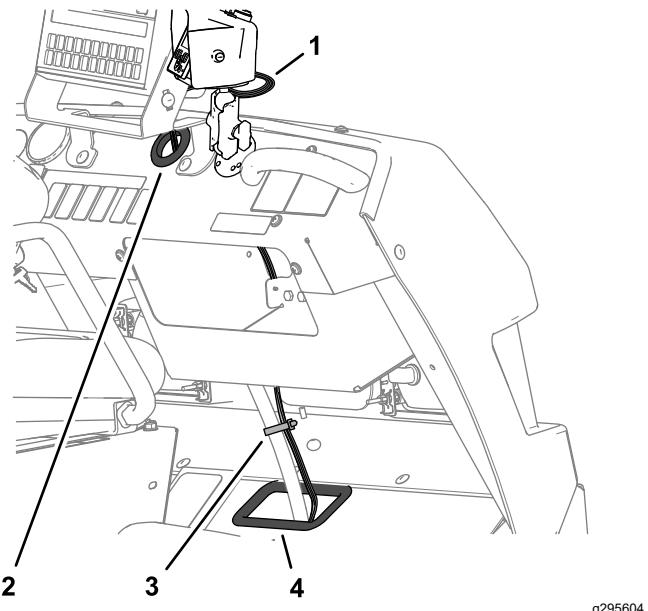

Figure 70
2. Faites passer le faisceau avant à travers le passe-câble de la planche de bord (Figure 70).
4. Acheminez le faisceau avant le long du faisceau de la machine et à travers le passe-câble du plancher (Figure 70).
5. Fixez les faisceaux aux flexibles hydrauliques avec un attache-câble (Figure 70).